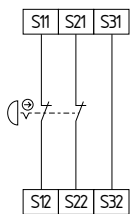

Fig. 11
**Circuito de paragem de emergência de dois canais com dispositivos de comando conforme EN ISO 13850 e EN 60947-5-5 (ver Fig. 11)**